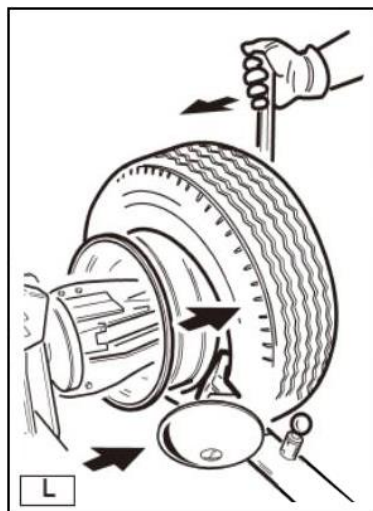

Рисунок 21
- Поверните съемный рычаг на 180° и вставьте его между диском и бортиком (см. рис. 21). Перемещайте его, пока бортик не окажется на краю диска (лучше делать это на вращающемся колесе). Отведите обод от съемного рычага на 4-5 см, убедившись в том, что рычаг остался на диске.